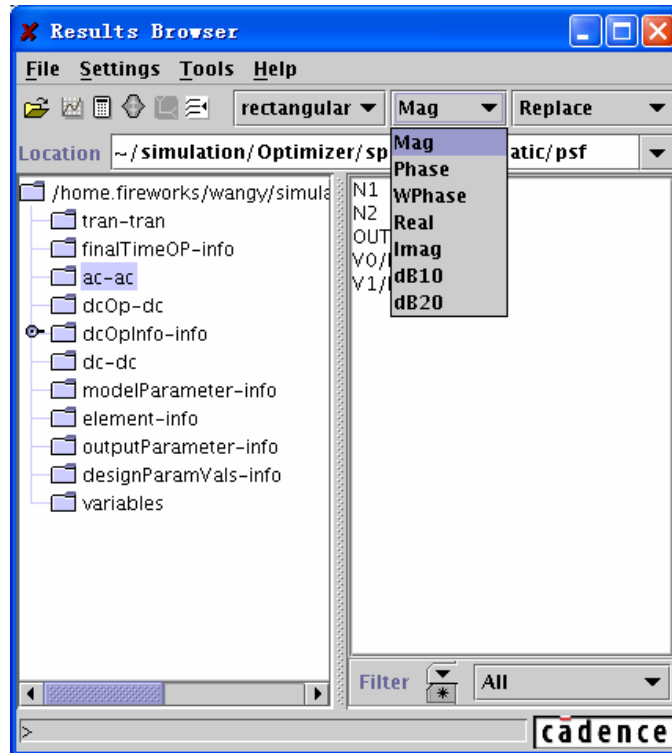

图 4.4 第二个下拉菜单
- 第二个下拉菜单，如图 4.4 所示。该菜单是对显示的数据进行预处理。其功能类似于“Calculator”中同名函数。注意：该下拉菜单只在选择交流仿真结果时才出现。